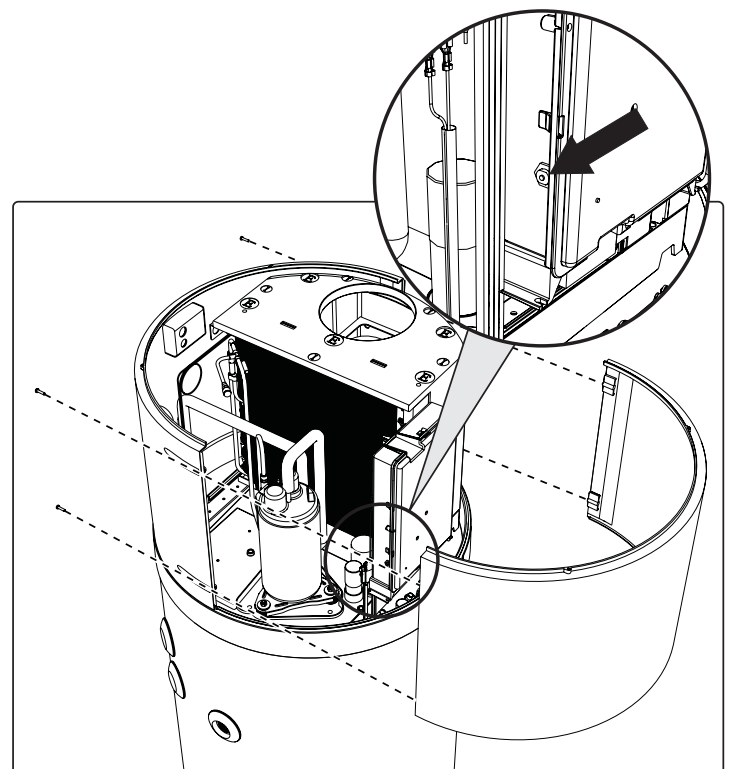

fig. 26 - Rimozione del pannello anteriore
- Rimuovere il pannello anteriore e resettare manualmente il termostato di sicurezza intervenuto (fig. 26). In caso di intervento, il perno centrale del termostato fuoriesce di circa 2 mm.